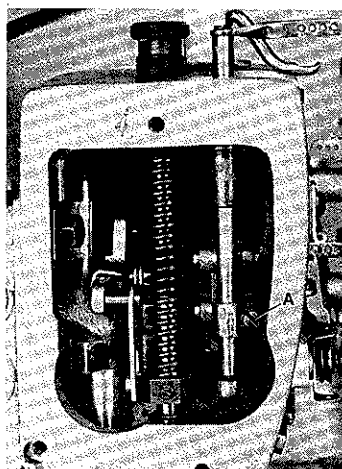
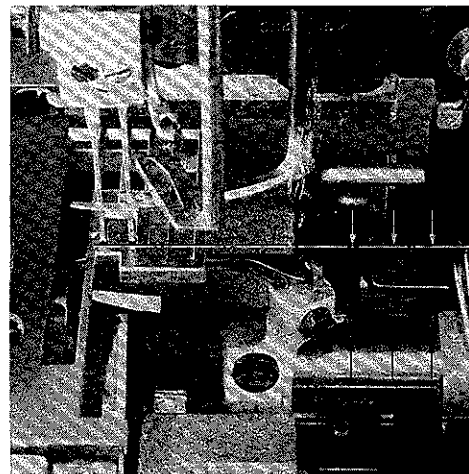
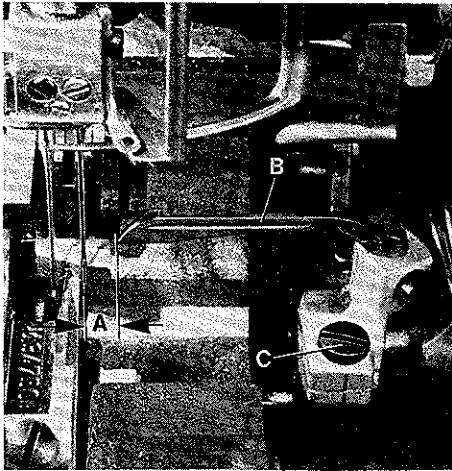
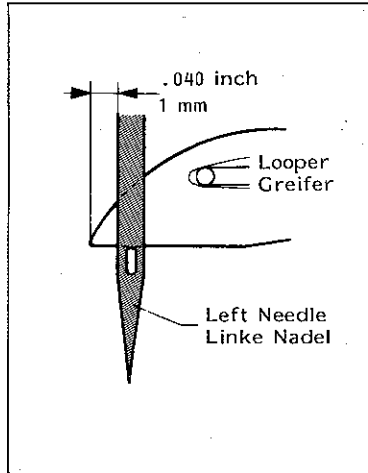

Fig.16
Fig.17
Fig.18
Fig.19
3. Loosen screw (A, Fig. 16) and turn needle bar as required, so the needles center in the needle holes of throat plate and are parallel to the looper shaft (see Fig. 17). This can be checked by holding a ruler against the needles.
4. Retighten screw (A, Fig. 16).
Turn the pulley until the looper (B, Fig. 18) is at its farthest position to the right. In this position the distance (A, Fig. 16) from the center of the right needle to the point of looper should be 4,8 mm ($\frac{3}{16}$ in.) on the two-needle 8, 10 and 12 gauge styles and 4,0 mm ($\frac{5}{32}$ in.) on the three-needle 16 gauge styles. Looper gauges No. 21225-3/16 and No. 21225-5/32 can be used advantageously in making this setting.
The height of needle bar is correct, when the looper point at its travel from right to left is 1 mm (.040 in.) left of the left needle (see Fig. 19) and the top of the needle eye is flush with the underside of the looper. For adjustment loosen screw (A, Fig. 16) and move needle bar up or down as required. Retighten screw (A).
* The needle bar can also be aligned and set to height without removing the Metering Device. For this, remove plug (Q, Fig. 57) in the head cover plate to have access to screw (A, Fig. 16) in the needle bar connection. Remount the plug.
3. Lösen Sie die Schraube (A, Fig. 16) und drehen Sie die Nadelstange so, daß die Nadeln mittig in die Stichlöcher der Stichplatte einstechen und parallel zur Greiferwelle stehen (siehe Fig. 17). Dies kann durch Anlegen eines Lineals an die Nadeln geprüft werden.
4. Ziehen Sie die Schraube (A, Fig. 16) wieder an.
Drehen Sie am Handrad bis der Greifer (B, Fig. 18) in seiner rechten Einstellung ist. In dieser Stellung muß der Abstand (A, Fig. 18) zwischen Mitte rechter Nadel und Greiferspitze 4,8 mm ($\frac{3}{16}$ in.) bei den Zweinadel 8, 10 und 12 gauge Maschinen und 4,0 mm ($\frac{5}{32}$ in.) bei den Dreinadel 16 gauge Maschinen sein. Die Greifereinstelllehren Nr. 21225-3/16 und Nr. 21225-5/32 erleichtern diese Einstellung.
Die Nadelstangenhöhe ist richtig eingestellt, wenn die Greiferspitze bei ihrem Weg von rechts nach links 1 mm links der linken Nadel steht (siehe Fig. 19) und Oberkante Nadelöhr und Unterkante Greifer in gleicher Höhe stehen. Lösen Sie für diese Einstellung die Schraube (A, Fig. 16) und schieben Sie die Nadelstange nach Bedarf nach oben oder unten. Ziehen Sie die Schraube (A) wieder an. Beachten Sie, daß bei dieser Einstellung die Nadelstange nicht verdreht wird.
* Die Nadelstange kann auch ohne Abbau der Zumeßeinrichtung (Metering Device) ausgerichtet und auf die Höhe eingestellt werden. Entfernen Sie dazu den Verschlusstopfen (Q, Fig. 57) in der Kopfdeckelplatte, damit die Schraube (A, Fig. 16) im Nadelstangen-Mitnehmer zugänglich wird. Montieren Sie den Verschlusstopfen wieder.
For adjustment loosen clamp screw (C, Fig. 18) and rotate the looper holder as required. Retighten the clamp screw. Always check the looper gauge setting after setting the looper to back of the needle, and conversely, always check the setting of the looper to the back of the needle after setting the looper gauge.
Zur Einstellung lösen Sie die Pratzschraube (C, Fig. 18) und verdrehen den Greiferhalter entsprechend. Ziehen Sie die Schraube wieder an. Überprüfen Sie immer den Greiferabstand nachdem Sie den Greifer zur Nadelrückseite eingestellt haben und umgekehrt, prüfen Sie immer die Stellung des Greifers zur Nadelrückseite, wenn Sie den Greiferabstand eingestellt haben.